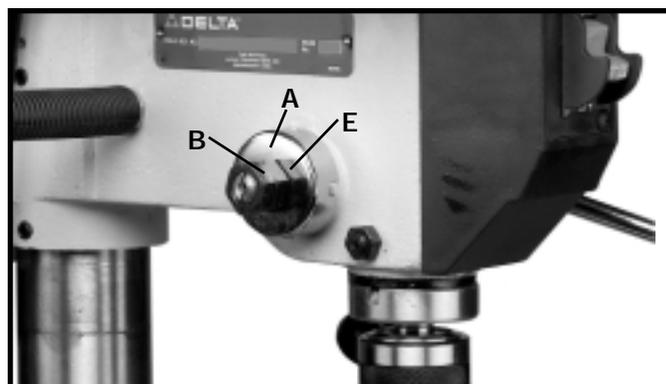

Fig. 28
2. Desserrez les écrous (B) et (E) fig. 28. Assurez-vous que le boîtier du ressort (A) reste bien logé sur le côté en fonte de la tête.